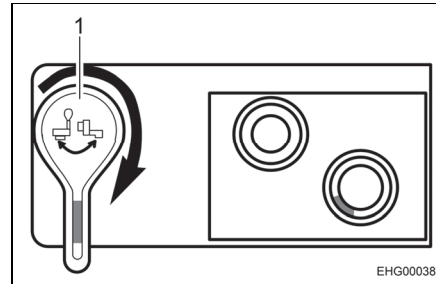

Fig. 64 Robinet de vidange, ouvert
- Ouvrir le robinet de vidange. Tourner pour ce faire le levier du robinet de vidange de 90° dans le sens des aiguilles d'une montre (voir Fig. 64,1).